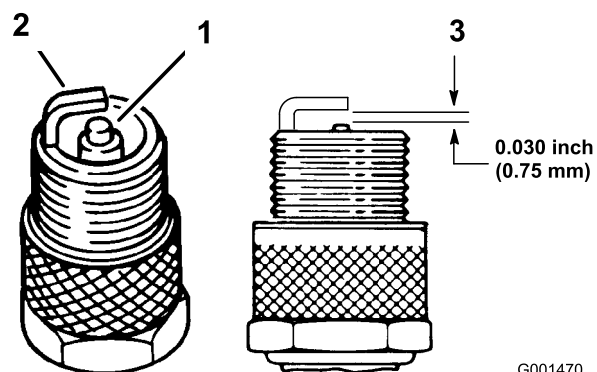

Figure 28
1. Examinez le centre des bougies (Figure 28). Si le bec de l'isolateur est recouvert d'un léger dépôt gris ou brun, le moteur fonctionne correctement. S'il est
2. Contrôlez l'écartement entre l'électrode centrale et l'électrode latérale (Figure 28). Courbez l'électrode latérale (Figure 28) si l'écartement est incorrect.
3. Connectez les bougies (Figure 28).